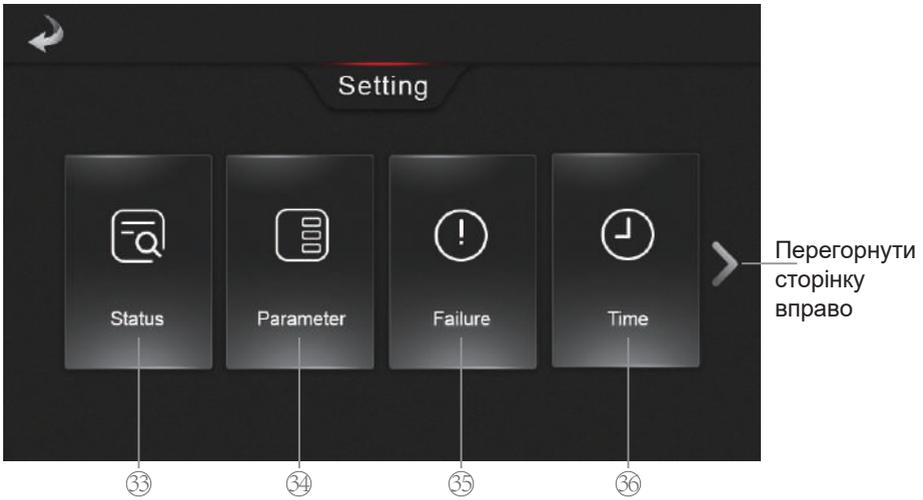
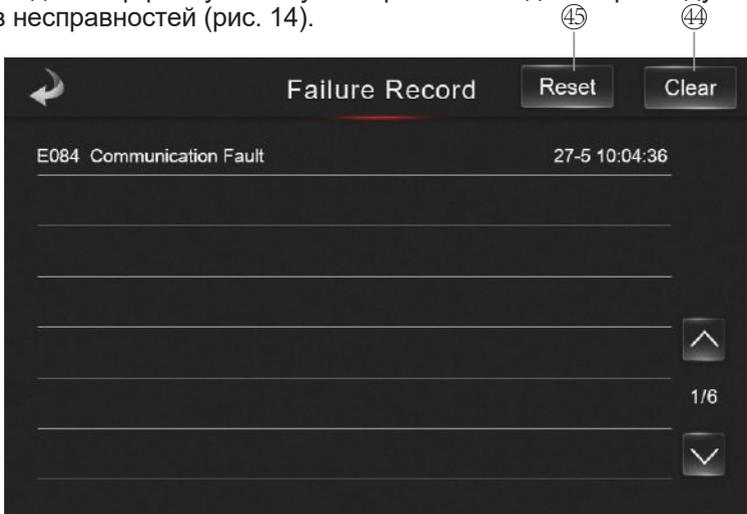
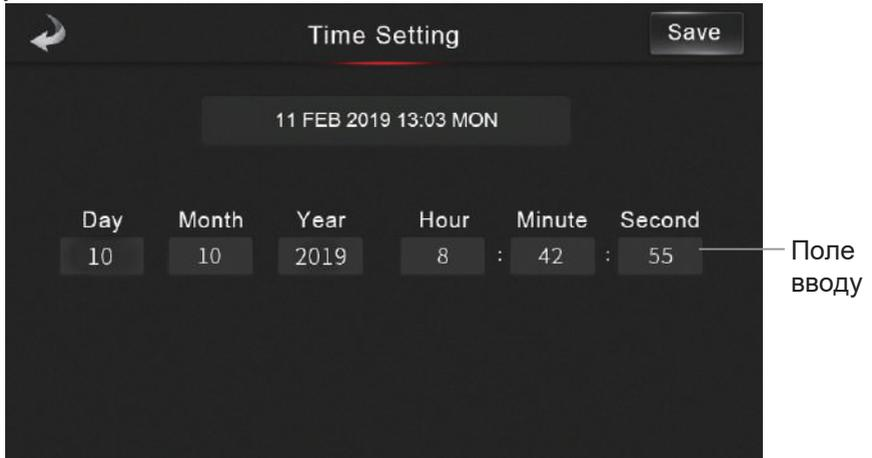

Рис. 9 Інтерфейс налаштувань
Рис.14 Інтерфейс історії несправностей
Рис.16 Інтерфейс налаштування часу
- У головному інтерфейсі натисніть кнопку налаштування (6), щоб перейти до інтерфейсу налаштування (рис. 9).
- У інтерфейсі налаштування (рис. 9) натисніть кнопку стану (33), щоб перейти до інтерфейсу стану.
Під час виникнення несправності в головному інтерфейсі блимає іконка «». В інтерфейсі налаштувань (рис. 9) натисніть кнопку «Failure» (35), щоб перейти до інтерфейсу запису несправностей для перегляду поточних записів несправностей (рис. 14).
3) В інтерфейсі запису несправностей (рис. 14) натисніть (44), щоб увійти в інтерфейс видалення всіх записів історії несправностей (рис. 15-1). Звичайне рішення див. у розділі 5.3.
4) В інтерфейсі запису несправностей (рис. 14) натисніть (45), щоб увійти в інтерфейс відновлення після несправності тричі, щоб заблокувати інтерфейс (рис. 15-2).
В інтерфейсі налаштувань (рис. 9) натисніть кнопку «Time» (36), щоб перейти до інтерфейсу налаштування часу (рис. 16), клацніть на полі введення та введіть цифровий час, натисніть «Save», щоб зберегти налаштування.